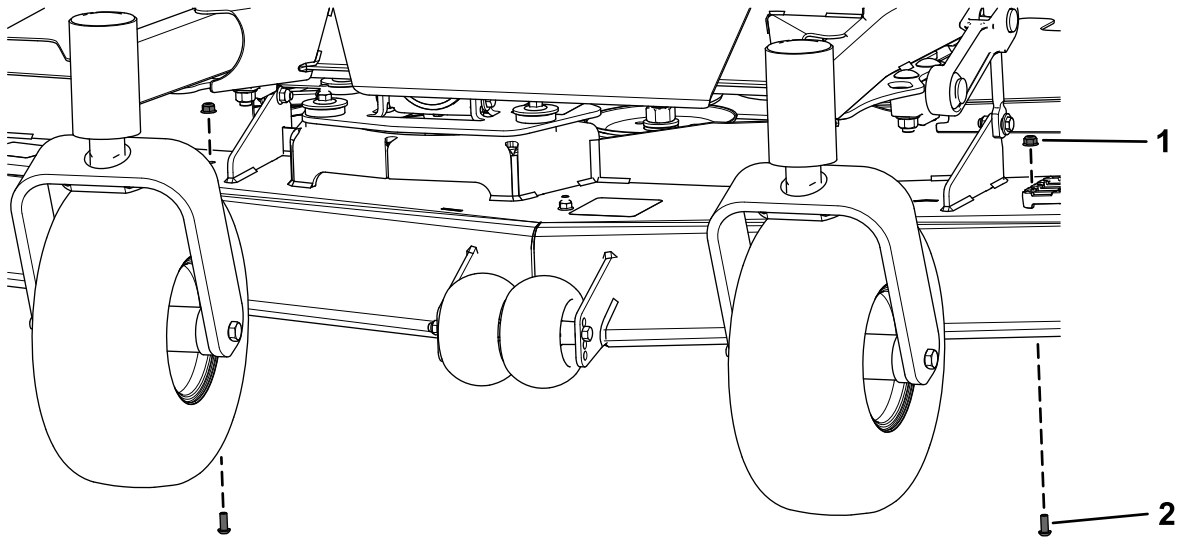

Figura 14
2. Rimuovete i 2 bulloni a testa bombata (5/16" x 3/4") e i 2 dadi flangiati (5/16") dalla parte anteriore del piatto di taglio del tosaerba (Figura 14).